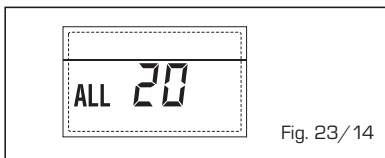

Fig. 23/14
- DELIVERY PROBE BREAKDOWN ANOMALY FIRST MIXED ZONE "ALL 21" (fig. 23/15)